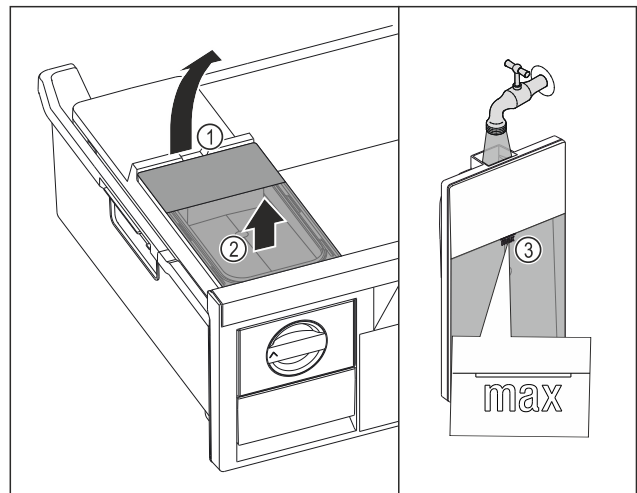

Fig. 67
- ▶ Nádržku na vodu nadvihnite za vybranie Fig. 67 (1).
- ▶ Nádržku na vodu odoberte nahor. Fig. 67 (2)
- ▶ Nádržku na vodu naplňte pitnou vodou po značku Fig. 67 (3).